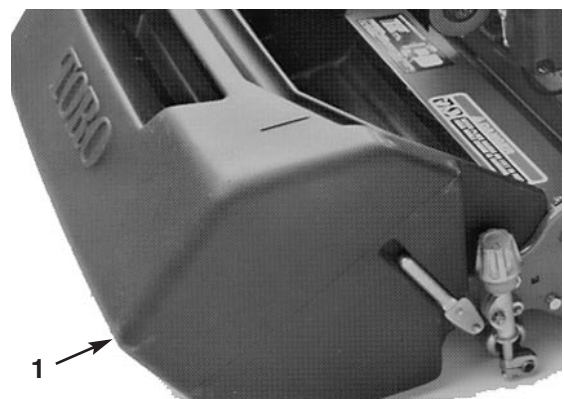

Bild 12
1. Die Fangvorrichtung am oberen Rand festhalten und in die Fangvorrichtungs-Montagegestangen einschieben (Bild 12).
1. Sicherstellen, daß Fahr- (Bild 12) und Spindeltriebshebel (Bild 13) in der AUSGESCHALTET-Stellung sind.